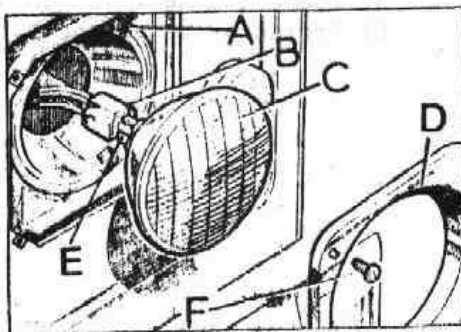

Fig. P-6 Desmontaje del faro delantero
- 1.1. Desmontar el bisel, D (Fig. P-6) aflojando sus tornillos, E, de fijación.
- 1.2. Extraer el faro, C (Fig. P-6) presionando hacia el interior y girando hacia la derecha (Tipo KIMBY o HELLA) o presionando hacia el exterior, hasta soltarlo de sus fijaciones (Tipo PASA).
- 1.3. Retirar el protector de caucho y la caja de empalmes, B (Fig. P-6) por la parte posterior del faro, C, y extraer la lámpara, E, aflojando previamente las abrazaderas elásticas de retención.